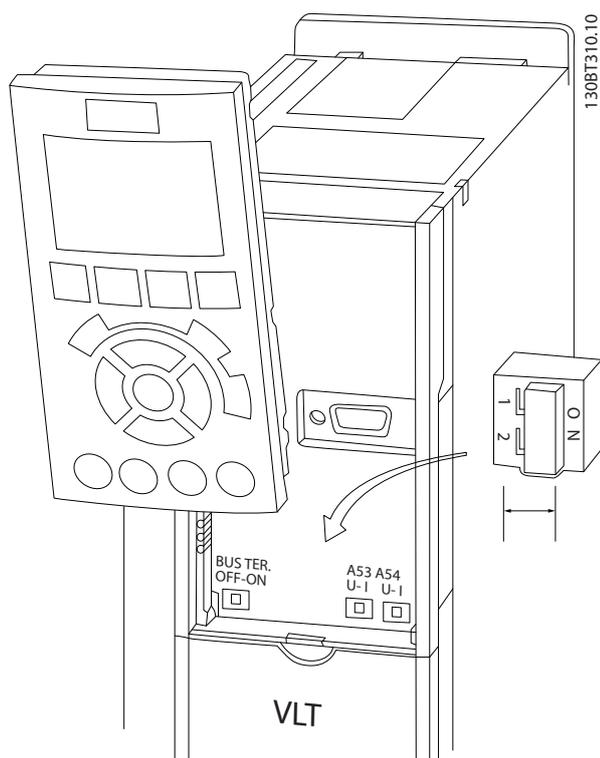

Ilustración 2.34 Ubicación de los conmutadores de los terminales 53 y 54
- Puede accederse a los conmutadores cuando se ha retirado el LCP (consulte la *Ilustración 2.34*).